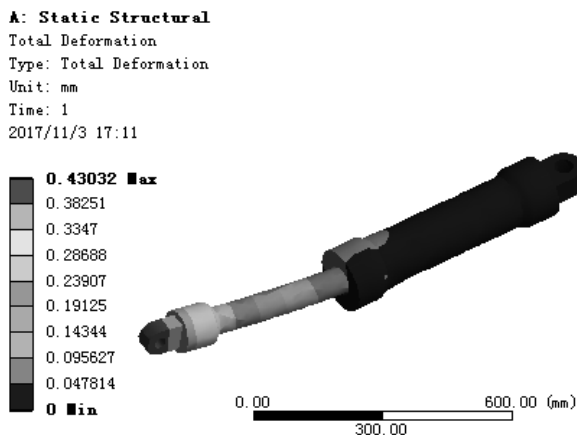

图 7.6.29 位移变形结果图解
(2) 查看位移结果图解。在“Outline”窗口中选中 **Total Deformation**，查看图 7.6.29 所示的位移变形结果，其最大位移为 0.43032 mm。